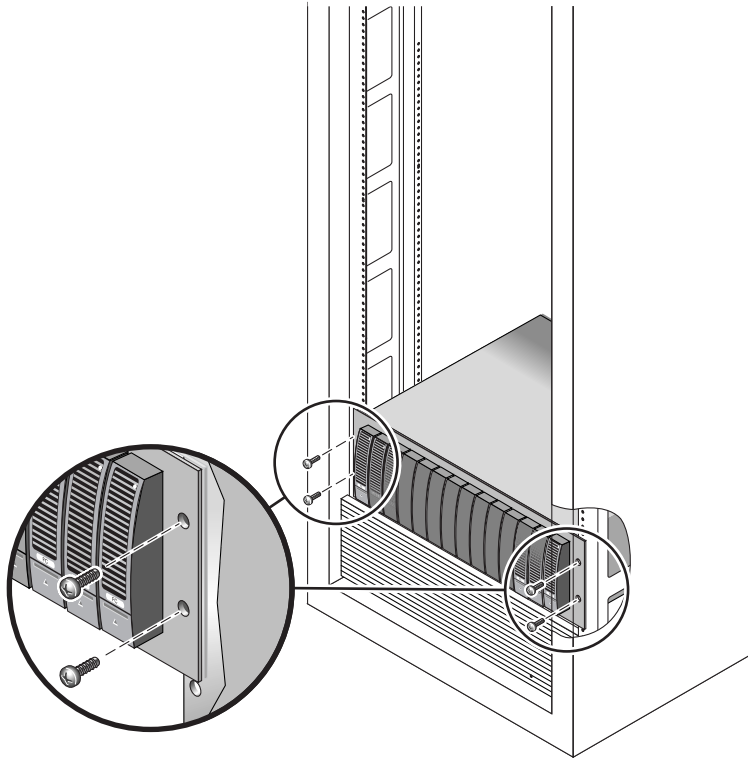

FIGURE 2-11 Fixation du boîtier à l'avant d'une armoire Sun StorEdge Expansion
- S'il s'agit d'une armoire Sun StorEdge Expansion, utilisez le tournevis cruciforme n°2 et serrez les quatre vis 10-32 (deux par côté) pour fixer le boîtier à l'avant de l'armoire (FIGURE 2-11).